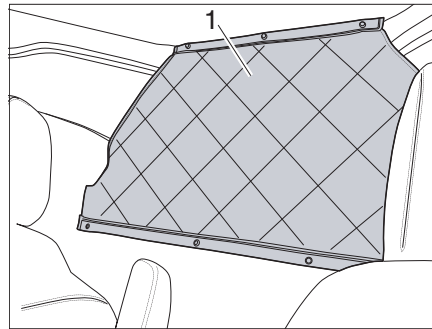

Bild 15 Durchstiegsabdeckung aufrollen
- Durchstiegsabdeckung (Bild 15,1) öffnen und aufrollen.